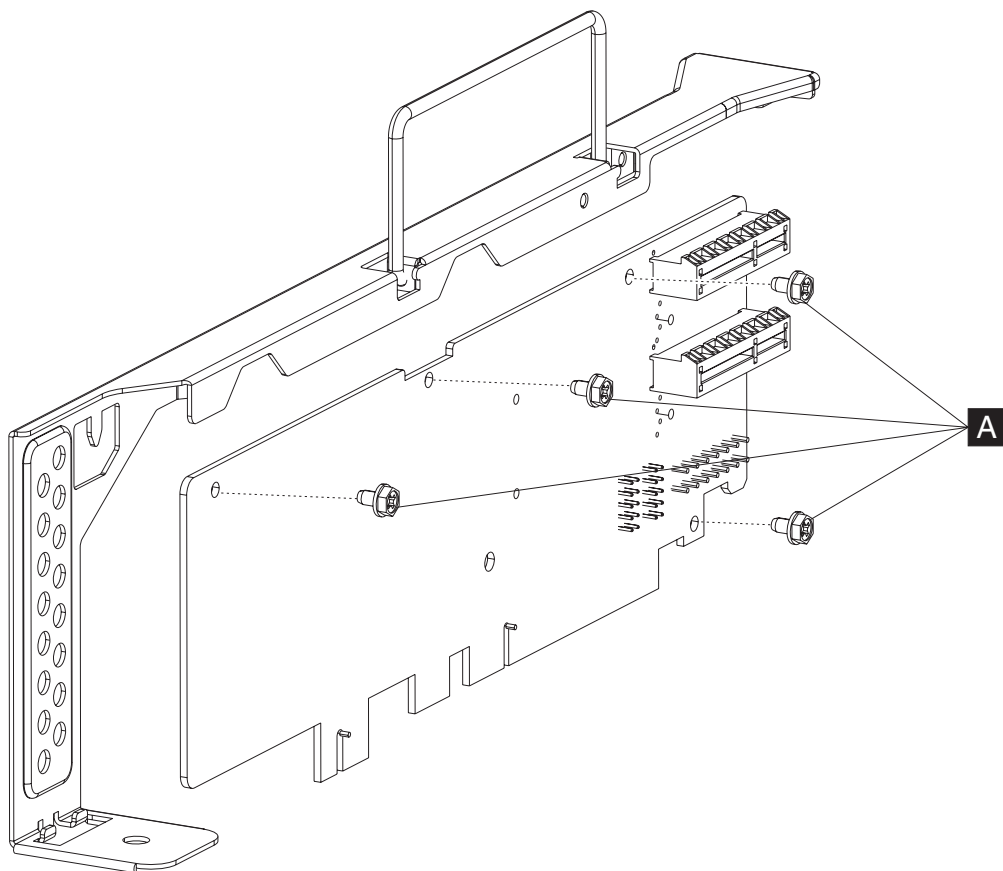

图 32. 卸下转接卡螺丝
3. 卸下将转接卡固定在夹板上的四个螺丝（图 32 中的 **A**）。